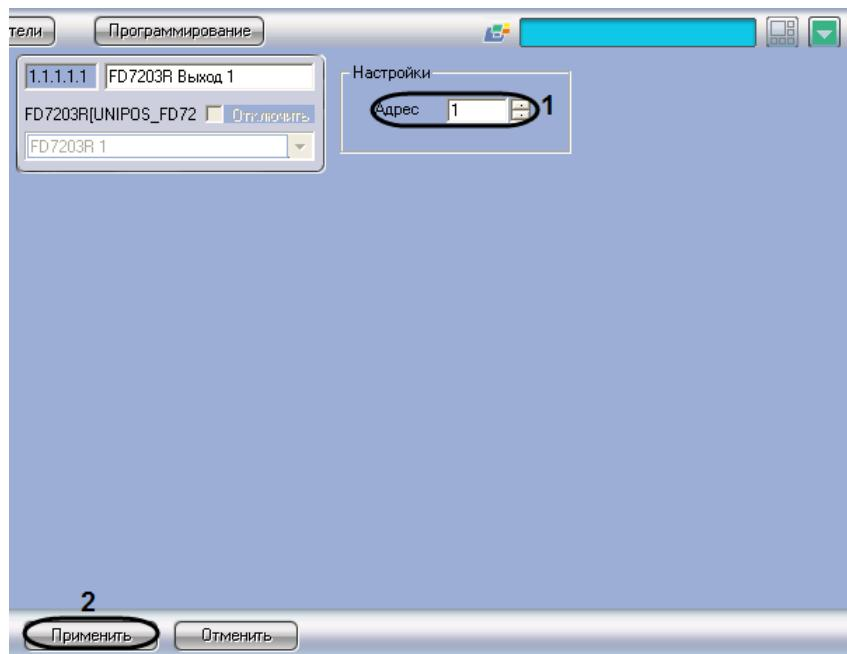

Рис. 3.6-12 Настройка выхода адресного модуля FD7203R
1. Перейти на панель настройки объекта **FD7203R Выход** (Рис. 3.6-12).
2. В поле со списком **Адрес** ввести адрес выхода модуля **FD7203R** (см. Рис. 3.6-12, 1).
3. Для сохранения настроек во внутренней базе данных ПК *Интеллект* нажать кнопку **Применить** (см. Рис. 3.6-12, 2).